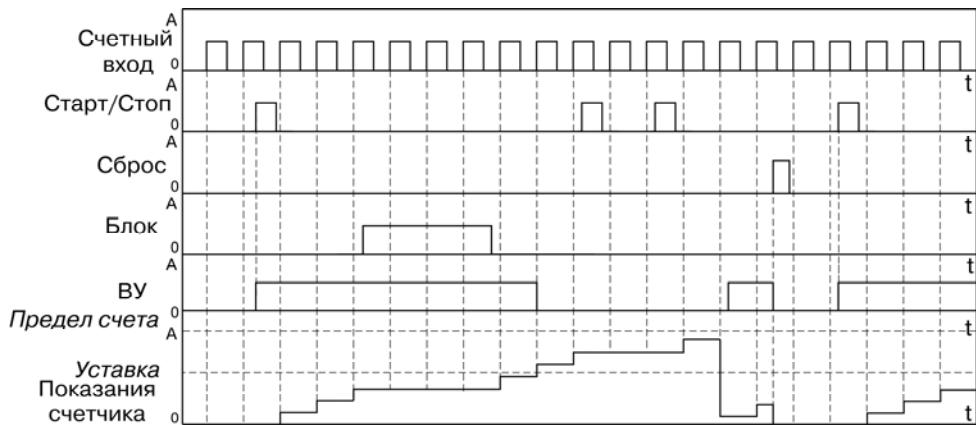

Рисунок 3.12
- тип работы по сигналу «Сброс» – «Сбросить счетчик и ждать сигнала «Старт» ( $rSt =StOP$ ) (рисунок 3.12).